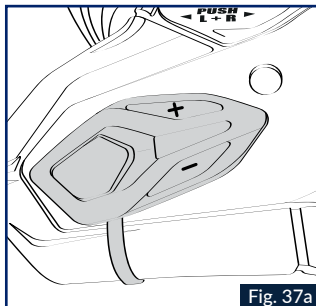
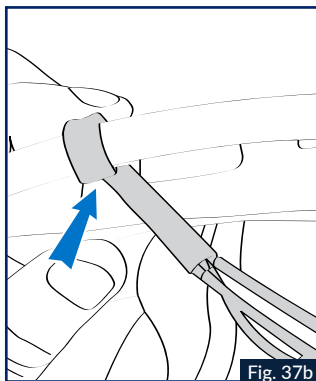

Fig. 37a
Fig. 37b
8. Coller le clavier principal à l'emplacement défini (Fig 37a), à l'aide du double-face fourni sur le clavier, insérer le câble plat entre la calotte et la joue en polystyrène à gauche du clip lining (pièce rouge) comme indiqué sur la Fig.37b.